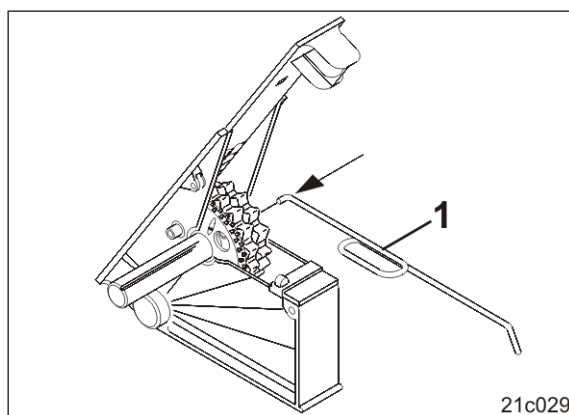

Fig. 66
2. Drücken Sie den Stift mit dem mitgelieferten Schlüssel (Fig. 66/1) gegen das Feinsärad.